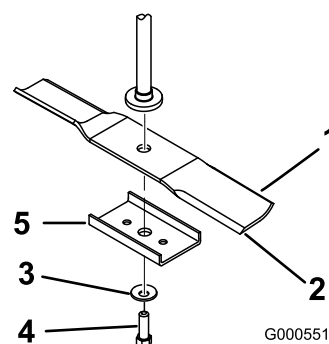

Figura 38
Tenete l'estremità della lama con un cencio o un guanto bene imbottito. Togliete il bullone, la rondella curva, il rinforzo della lama e quest'ultima dall'asse del fusello (Figura 38).
1. Montate la lama sull'asse del fusello (Figura 38).
2. Montate il rinforzo della lama, la rondella curva (lato concavo verso la lama) ed il bullone della lama (Figura 38).